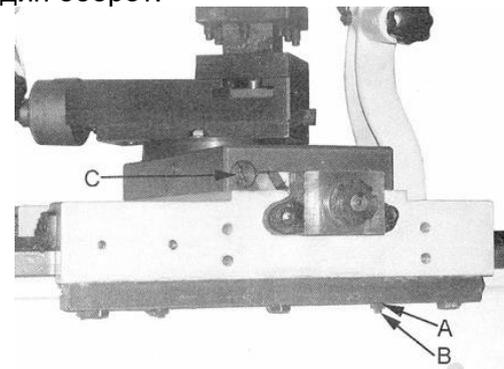

Рис.27
Все салазки оснащены регулируемыми клиновыми планками. Ослабьте задний крепежный винт (C, рис.27) на один оборот.
Ослабьте 4 гайки (A, рис. 27). Равномерно подтяните 4 резьбовых штифта (B). Проверьте люфт салазок и при необходимости повторите предыдущую операцию. Зафиксируйте резьбовые штифты и сильно затяните гайки.